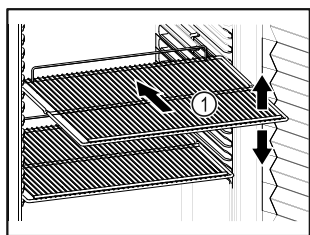

Fig. 78 Esimerkkikuva
- Sovita siirrettävät ritalatasot Fig. 78 (1) korkeuden mukaan.